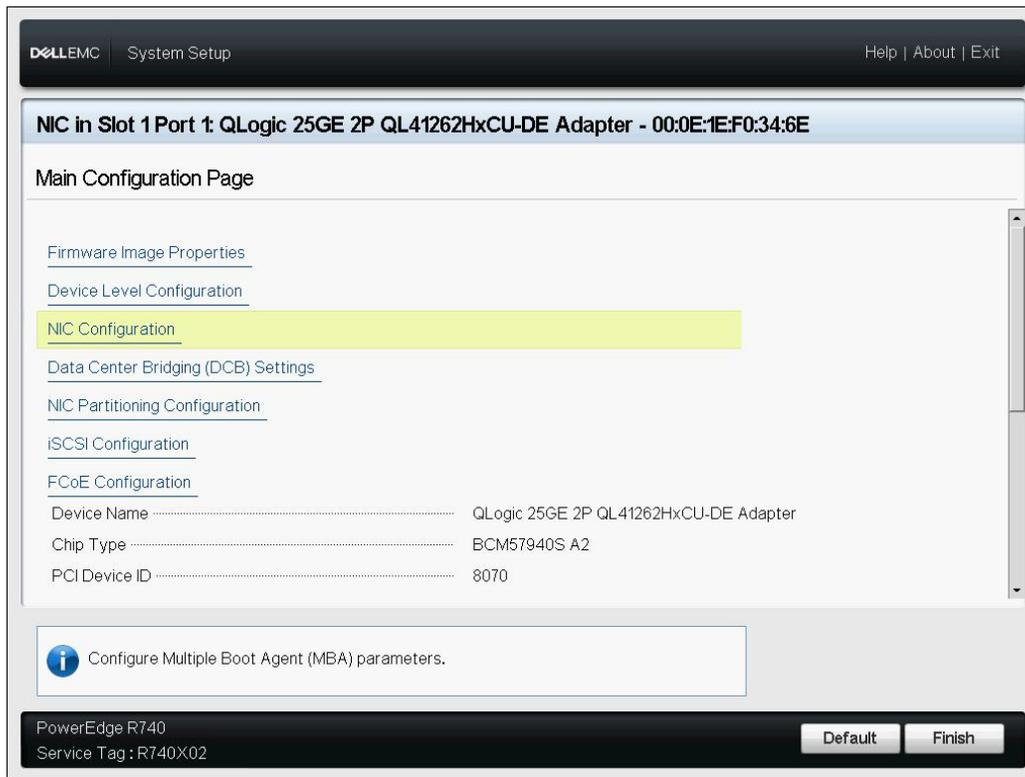

Abbildung 10-3. Systemeinrichtung: NIC-Konfiguration
4. Wählen Sie auf der Seite „Main Configuration“ (Hauptkonfiguration) die Option **NIC Configuration** (NIC-Konfiguration) (Abbildung 10-3) aus und drücken dann auf ENTER (Eingabe).